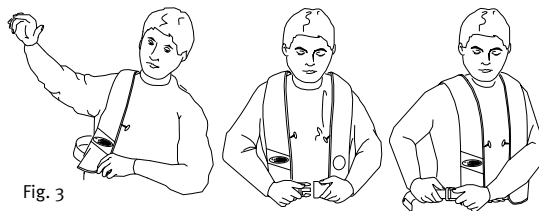

Fig. 3
2. Portez le VFI Airforce comme un gilet (figure 3) et resserrez la boucle avant. Ajustez la ceinture à la taille en utilisant la boucle de la ceinture de façon à ce que vous vous sentiez confortable et passez l'extrémité libre de la ceinture dans la boucle de la ceinture. Ne portez pas le VFI AirForce sous vos vêtements, car cela pourrait nuire à son gonflement ou vous occasionner des blessures.